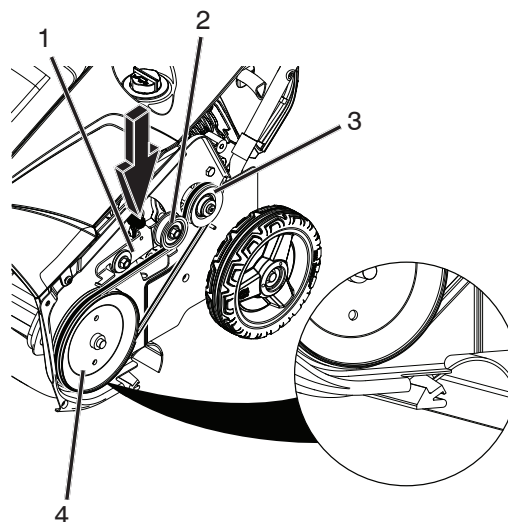

Figure 35
4. Poser la nouvelle courroie trapézoïdale de la tarière et la poulie d'entraînement, acheminer la courroie comme indiqué dans la Figure 35.
**REMARQUE:** Acheminer la nouvelle courroie trapézoïdale en premier autour de la poulie du moteur, puis de la poulie tendeur et enfin autour de la poulie d'entraînement en appuyant sur l'avant du bras de renvoi. (Figure 35).